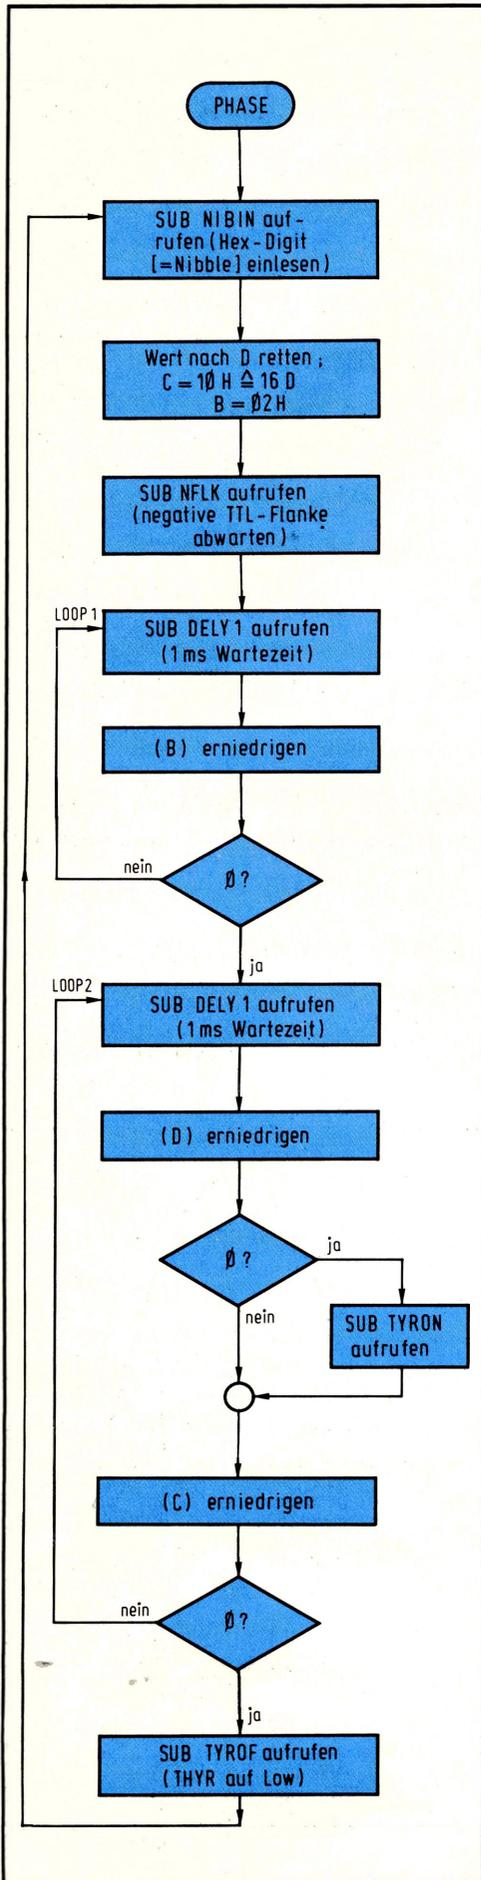

Bild 6: Flußdiagramm für das Programm der Phasenanschnittsteuerung.
Im Flußdiagramm (Bild 6) erkennen Sie, daß zunächst das Monitor-Unterprogramm NIBIN (340) aufgerufen wird; es liest ein HEX-Digit (Nibble) von der Tastatur ein und überschreibt es in den Akku, nachdem die Taste NXT gedrückt und losgelassen worden ist. Register D speichert dieses HEX-Digit zwischen, damit der Akku die Hände frei behält für andere Aufgaben. Die Vorgabe von dezimal 16 in Reg C bestimmt den Ausschaltzeitpunkt, und Reg B hält den Wert für die 2-ms-Wartezeit nach dem Nulldurchgang. Das Unterprogramm NFLK (Bild 7) wartet auf die negative Flanke des TTL-Signals, das beim Einlesen der Adresse 0C00 im höchstwertigen Bit des Akkus abgefragt werden kann. Wie das vor sich geht, sehen Sie beim Blick auf das Flußdiagramm: Nach dem Einlesen per LDA-Befehl steht der Pegel des TTL-Signals im höchstwertigen Akku-Bit; durch den Links-Schiebebefehl RAL gelangt diese Information ins CY-Bit, wo es mit dem bedingten Rücksprungbefehl RETURN ON CARRY (Rücksprung bei C=1) abgefragt wird. Eine andere, Ihnen bekannte Möglichkeit der Einzelbit-Abfrage besteht im Maskieren mit anschließender Nullabfrage.